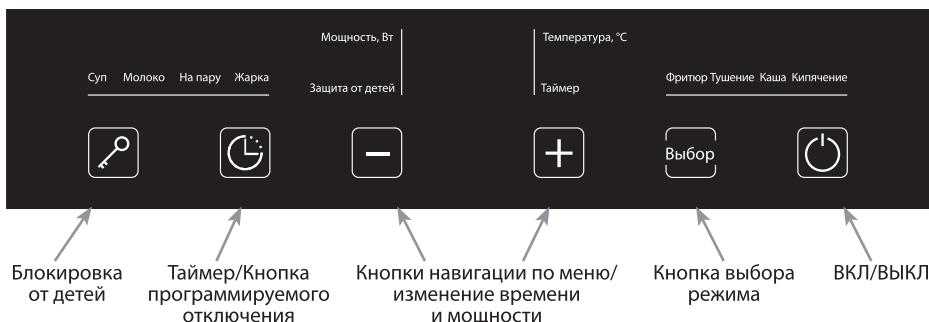

Рисунок 2. Панель управления
4.4. Управление функциями и установка режима работы электроплитки осуществляется с помощью панели управления (см. рисунок 2).